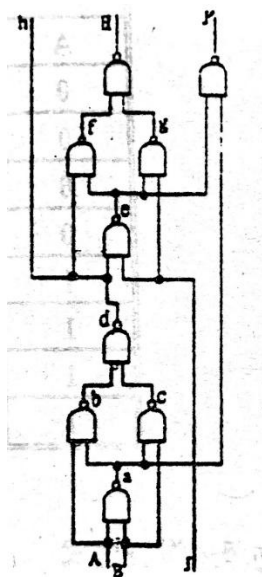

图 3.1
- 1) 分析下列逻辑图 3.1，其是什么电路？其中：A、B、J 为输入信号，H、h、J' 为输出信号，a-g 为中间点。